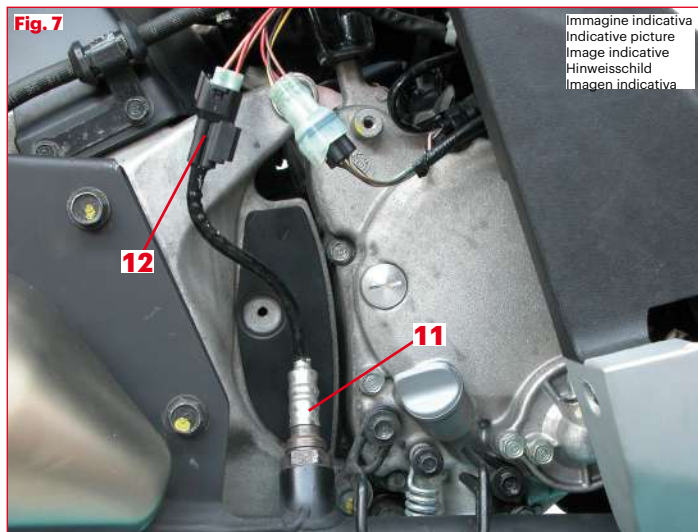

**Fig. 6**
#### **Art. 5514746 (Fig. 6)**
- Den Injektor **(9)** ermitteln und ihn durch Zwischenschaltung des vom O2-Regler **(Fig. 6)** ausgehenden Konnektors trennen.
**Achtung:** den Ösenanschluss mit dem Drosselklappengehäuse **(10)** verbinden, um Fehlfunktionen des Systems vorzubeugen **(Fig. 6)**.
#### Art. 5514746 (Fig. 6)
- Tras identificar la sonda lambda (8) posicionada en el silenciador, siga el cableado hasta alcanzar el conector.
- Identifique el inyector (9) y desconéctelo introduciendo el conector procedente del O2 controller (Fig. 6).
(10), para evitar el funcionamiento incorrecto del sistema (Fig. 6).